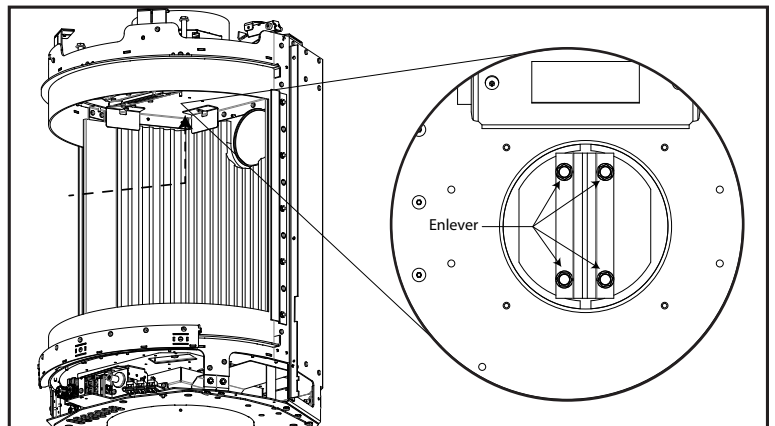

Figure 66: Retrait de la plaque de restriction
5. Faites tourner le disque de restriction à la main depuis l'intérieur de la chambre de combustion jusqu'à ce que les quatre (4) têtes de vis soient exposées ; retirez-les à l'aide d'une douille 5/16" (voir la Figure 66). Le loquet peut être desserré et déplacé s'il empêche le mouvement du restricteur.